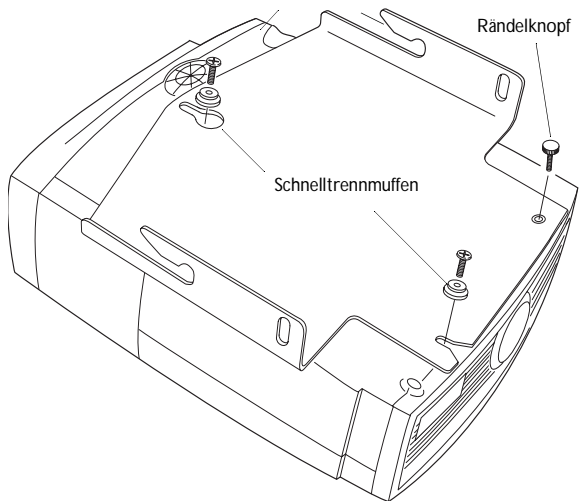

ABBILDUNG 3
- 2 Führen Sie die beiden Schrauben in die beiden Schnelltrennmuffen ein (Abbildung 3).
- 3 Befestigen Sie die Schrauben und Muffen in den Löchern vorne am Projektor, wie in **Abbildung 3** gezeigt. Achten Sie darauf, daß Sie die Schrauben nicht zu fest anziehen.
- 5 Befestigen Sie den 8-mm-Rändelknopf am Projektor an der in **Abbildung 3** gezeigten Stelle.